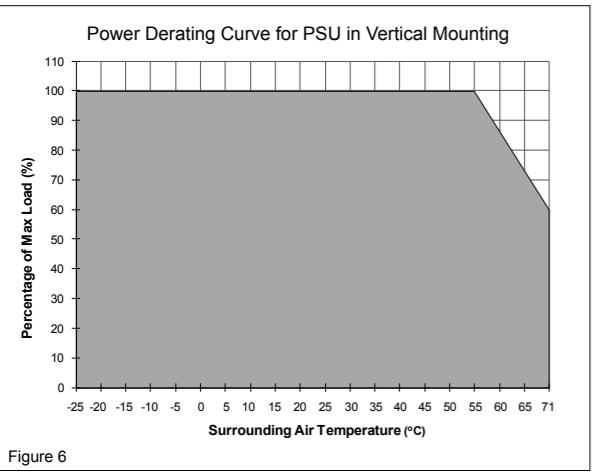

Figure 6
Derating (Leistungsherabsetzung)	Leistungsherabsetzung gemäß Abb. 6 > 55°C (2,5% / °C)
Betriebstemperaturbereich (Umgebungstemperatur)	-25°C bis +71°C (Leistungsherabsetzung gemäß Abb. 6)
5.4. Temperaturverhalten (Abb. 6)